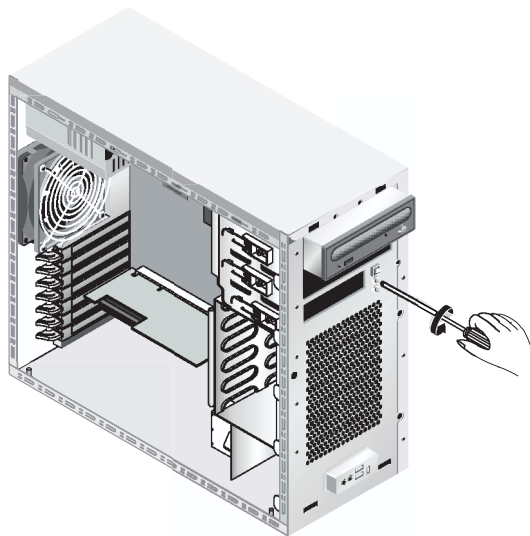

图 4-22 旋下固定操作员面板的螺丝
4. 从机箱的前面执行操作，旋下用于将操作员面板固定到机箱前面的一颗螺丝（参见图 4-22）。